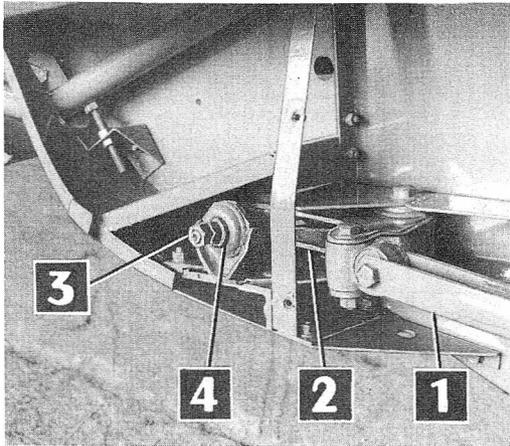
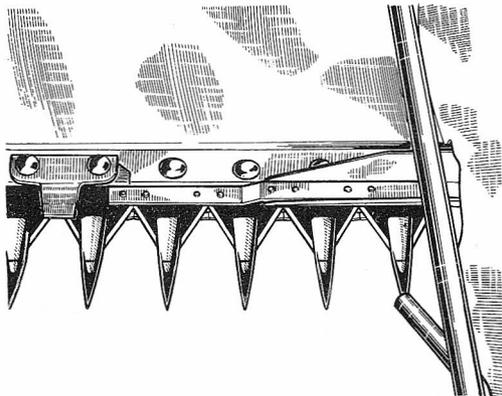

FIG. 63
FIG. 64
Per togliere la lama occorre smontare i dadi (3 - fig. 63) della bielletta di comando, togliere le rondelle metalliche (4) ed il tassello in gomma e sfilare la lama. Nel rimontare la lama, verificare la fasatura: se a fine corsa, da un lato o dall'altro, a metà barra, le sezioni di lama non sono centrate sui denti paralama occorre spostare le rondelle da un lato o dall'altro a seconda della fasatura, fino a portarsi nelle condizioni prescritte (vedi fig. 64).